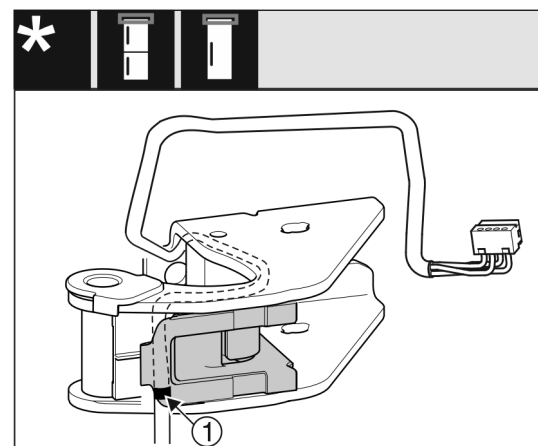

Fig. 19
- ▶ Turklāt vidējai atzīmei jāatrodas uz kabeļa stiprinājuma malas Fig. 19 (1).